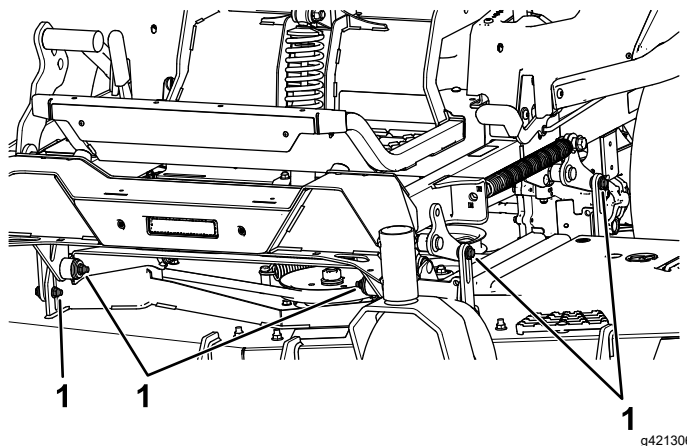

Figure 105
7. Enlevez et conservez les boulons et écrous de chaque côté de la machine (Figure 105).